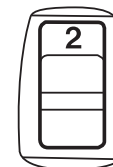

Abb. 12
4. Zum Einstellen einer hohen Drehzahl mit niedrigem Drehmoment, das Elektrowerkzeug ausschalten und den Motor zum vollständigen Stillstand kommen lassen. Schieben Sie den Gangwahlschalter (4) vollkommen bis zur „2“ (Abb. 12) zurück.